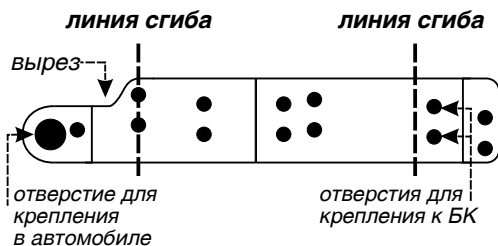

Рис. 2.9
Кронштейн, внешний вид которого приведен на рис. 2.9, представляет собой металлическую пластину.
9. Согните пластины по линиям сгиба, рис. 2.9, так, как показано на рисунке 2.10. Учитывайте, что кронштейны будут устанавливаться один с правой, другой с левой стороны, сгибайте их в противоположные стороны (зеркально).